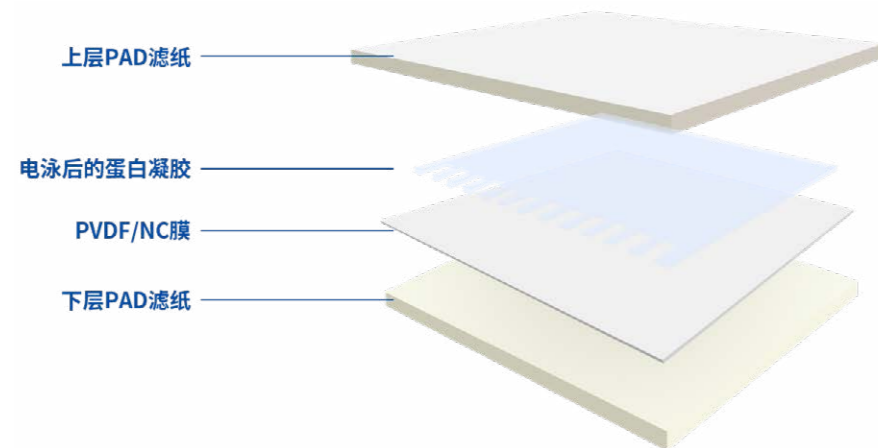

图 1 转膜操作中反应单元各组分叠放示意图
- 4、在反应单元下盒的电极上依次放入下层 PAD 滤纸 (用 Down Transfer Buffer 浸润的 PAD 滤纸)、转印膜 (PVDF 膜或 NC 膜)、电泳后的 PAGE 凝胶、上层 PAD 滤纸 (用 Top Transfer Buffer 浸润的滤纸)，赶走胶与膜之间的气泡，然后合上反应单元上盖。如图 1 所示：